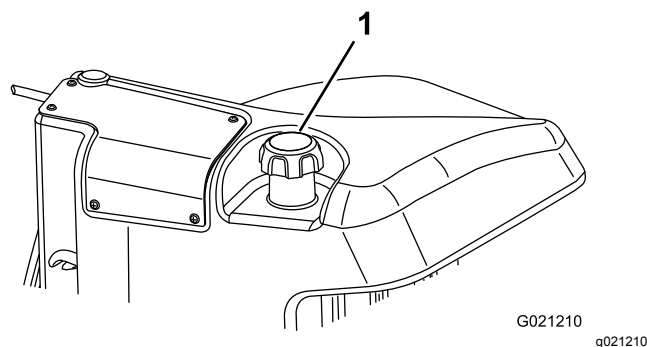

Figura 17
3. Retire a tampa do depósito de combustível (Figura 17).